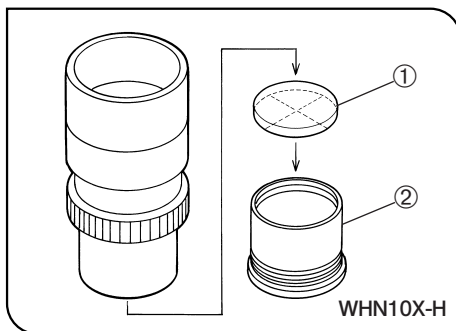

Fig. 15-1
De acordo com a fig. 15-1, rode para a esquerda a estrutura de suporte do micrómetro ② incorporado para a retirar da ocular e coloque um disco do micrómetro ① na estrutura de suporte. O entalhe no disco do micrómetro da ocular deve ficar virado para baixo na estrutura de suporte do micrómetro.